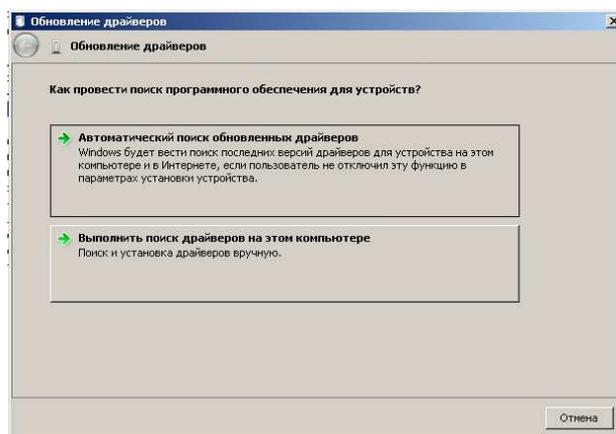

Рис. 8.17
- в открывшемся окне «Обновление драйверов» нажмите на кнопку «Выполнить поиск драйверов на этом компьютере» (Рис. 8.17);